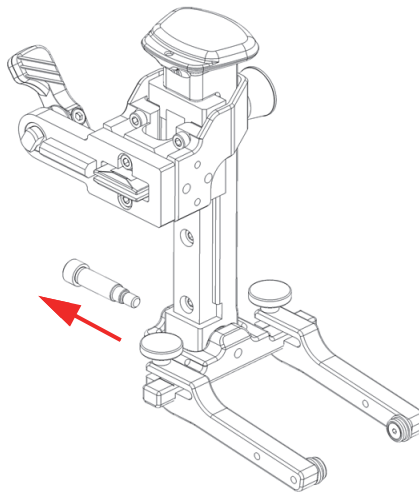

Рис. 2-21 Извлечение винта из стержня вилки
4. С помощью шестигранного ключа 2,5 мм открутите и извлеките винт из стержня вилки (Рис. 2-21 на стр 56).